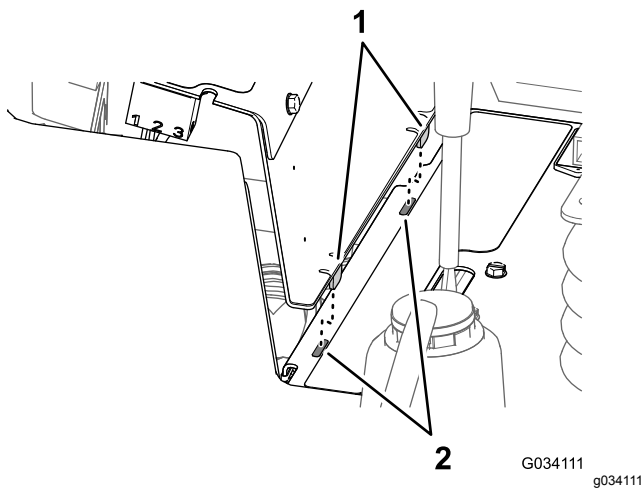

Figure 55
2. Alignez les 2 pattes au bas du panneau latéral et les 2 fentes dans le cadre de la console (Figure 55).